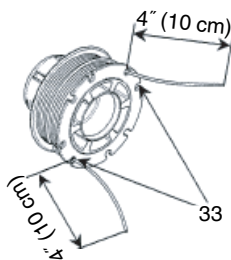

Fig. 39
- (4) Poussez chaque fil dans les trous d'arrêt (33) en laissant des bouts libres d'environ 4" (10 cm). (Fig. 39)